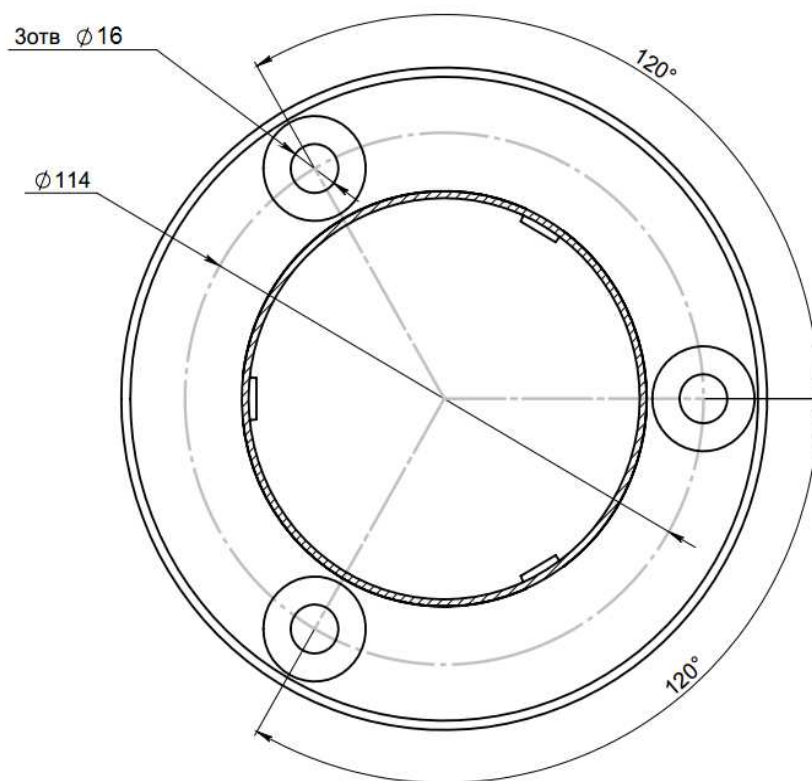

Рис. 3. Установочные размеры
7.2.4. Установите стойку калитки на подготовленную площадку (рис. 3).